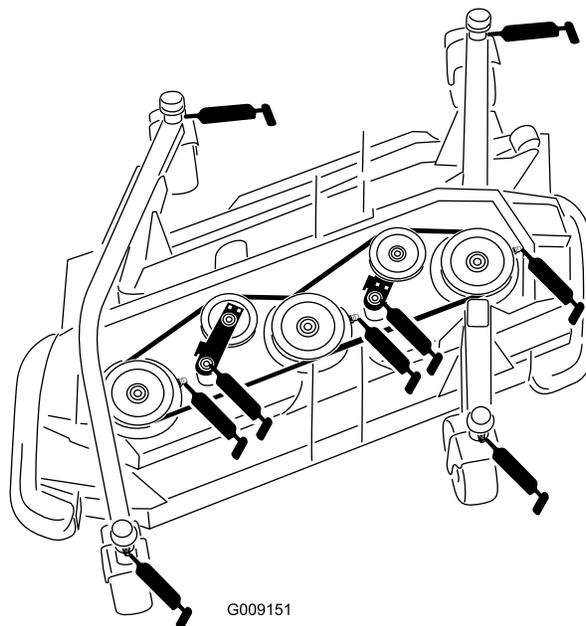

図 82
- キャスタフォークのシャフトのブッシュ4ヶ所 図 82
- スピンドルシャフトのベアリング3ヶ所スピンドルハウジング 図 82
- アイドラームのピボットのブッシュ2ヶ所アイドラピボットのシャフト 図 82